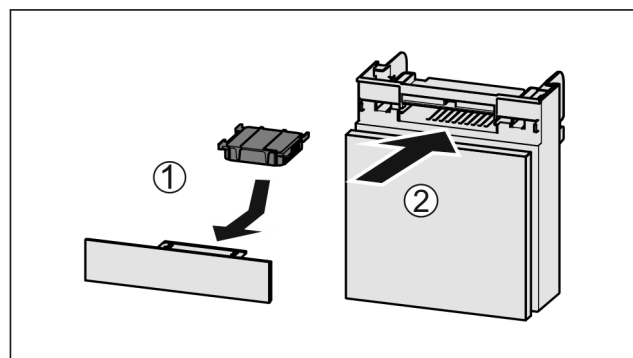

Fig. 73
- Aktivni ogljeni filter vstavite Fig. 73 (1) skladno s prikazom na sliki.
- Predal potisnite noter Fig. 73 (2).